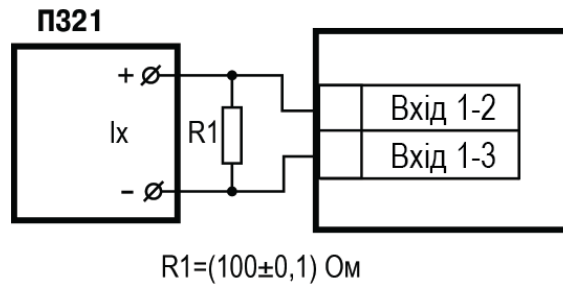

Рисунок 8.6 – Схема підключення калібратора струму під час юстування
1. Підключити до Входу 1 пристрою замість датчика калібратор струму типу ПЗ21 (або аналогічний йому з класом точності не менше 0,05) за схемою, наведеною на рисунок 8.6.